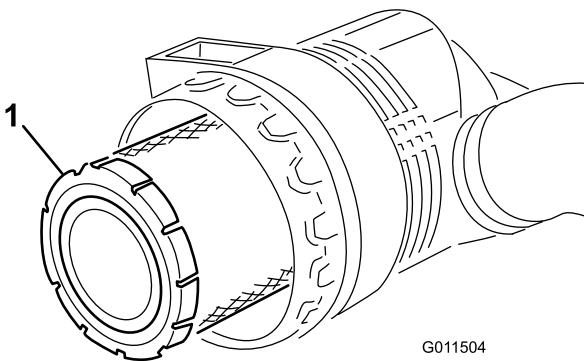

Figura 55
5. Togliete il filtro primario e sostituitelo (Figura 55). Si sconsiglia la pulizia dell'elemento usato, per evitare il rischio di danneggiare l'elemento filtrante. Controllate il filtro nuovo e accertatevi che non sia stato danneggiato durante la spedizione, in particolare l'estremità di tenuta del filtro ed il corpo. **Non usate l'elemento se è avariato.**